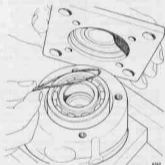

Fig 166. Borttagning av monteringsfilter och O-ring.
8. Ta bort monteringsfiltern 18, O-ringarna 4, lagret 3, tätningsskivorna 1 och 2, se fig 166.